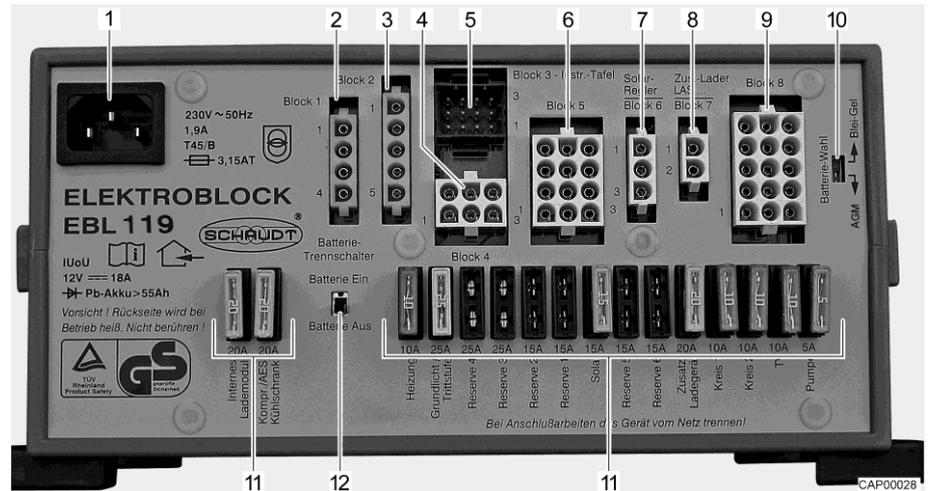

Fig. 44 Bloque eléctrico (EBL 119)
- Desconectar el separador de batería (Fig. 44,12) en el bloque eléctrico.